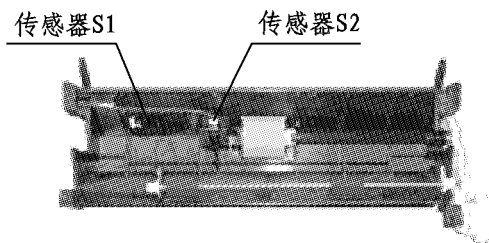
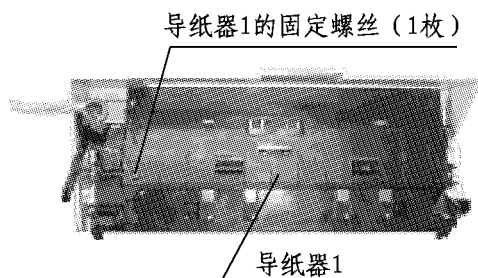
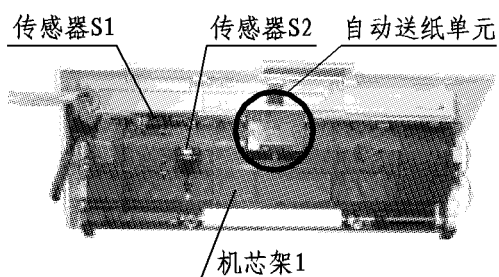

图7-14
图7-15
图7-16
- c) 更换时请用镊子取下传感器。（图7-14）
(4) 原稿感应开关的更换方法
- b) 拆卸导纸器1的固定螺丝（1枚），拆卸导纸器1。（图7-15、图7-16）
- c) 在更换时请使用镊子取出传感器。（图7-16）
(5) 原稿自动送纸单元的更换方法
原稿自动送纸单元，是安装在机芯架1上。从机芯单元中拆卸下机芯架1，进行更换。（图7-16）